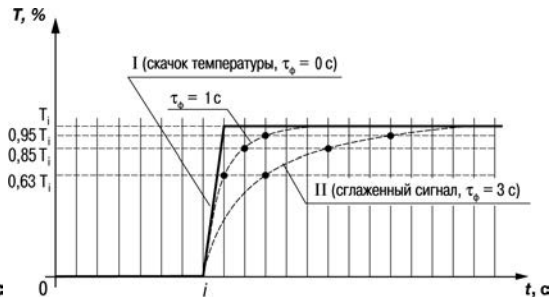

Рисунок 3.5
3.1.4.4.3 Цифровой фильтр устраняет шумовые составляющие сигнала, осуществляя его экспоненциальное сглаживание. Основной характеристикой экспоненциального фильтра является  $\tau_f$  – постоянная времени цифрового фильтра, параметр  $\bar{c}nF1$  ( $\bar{c}nF2$ ) – интервал, в течение которого сигнал достигает 0,63 от значения каждого измерения  $T_i$  (рисунок 3.5).